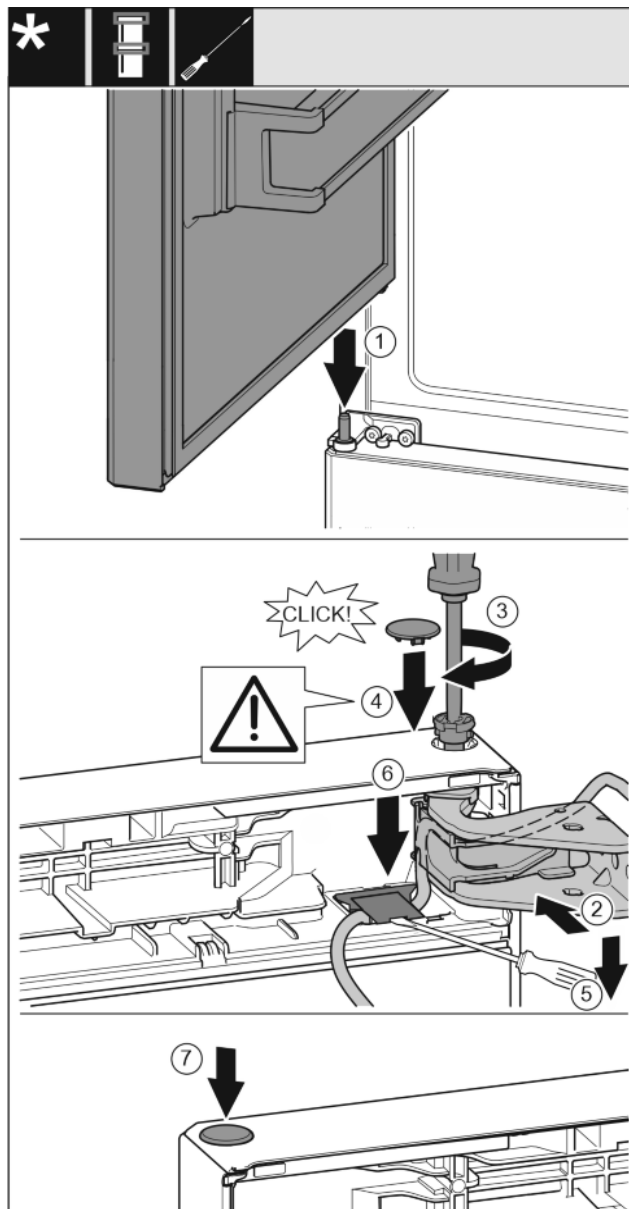

Fig. 33
- ▶ Horní dveře usadíte na prostředním ložiskovém čepu Fig. 33 (1)
- ▶ Dveře nahoře vyrovnejte s otvorem ve stojanu ložiska. Fig. 33 (2)
- ▶ Vložte čep a pevně jej utáhněte šroubovákem T15. Fig. 33 (3)
- ▶ K zajištění dveří namontujte bezpečnostní kryt: Bezpečnostní kryt nasadíte a zkontrolujte, zda přiléhá na dveře. V opačném případě čep zcela zasuňte. Fig. 33 (4)
- ▶ Plochým šroubovákem nadzvedněte kryt a zvedněte jej. Poté pod něj vložte kabel. Fig. 33 (5)
- ▶ Znovu vložte kryt a zatlačte jej směrem dolů, dokud nezacvakne. Fig. 33 (6)
- ▶ Vložte zátku. Fig. 33 (7)